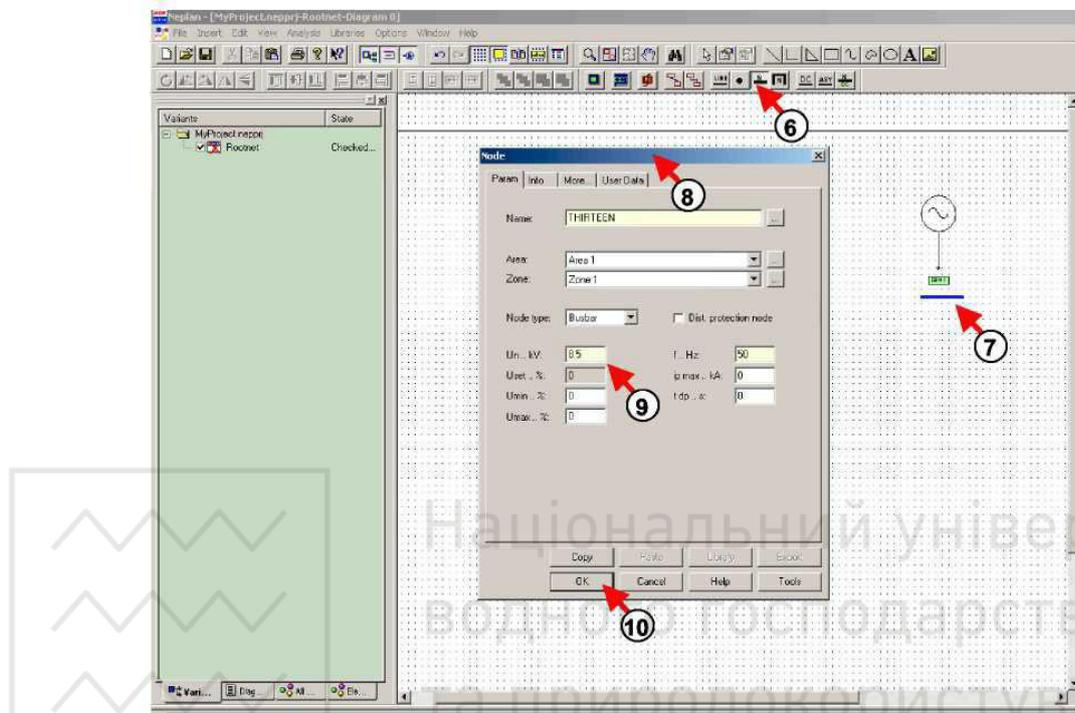

Рисунок 2.8 – Побудова вузла на електричній схемі
**Введення вузлів.** Для введення вузлів необхідно натиснути одну з кнопок вузлів на панелі інструментів (рис. 2.8).